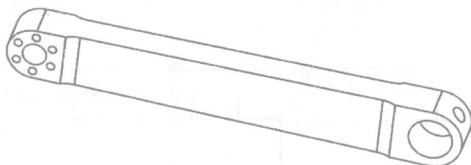

图 7-23
- ② 单击【Regenerate(再生)】按钮 , 完成修改如图 7-23。